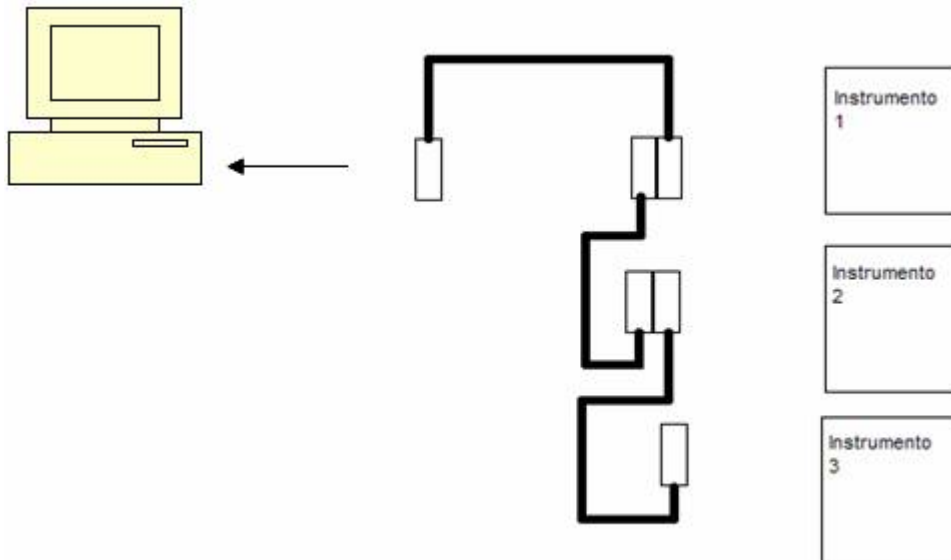

Figura 6.2: Conectores.
Paso 3. Después se conectan los instrumentos que se deseen como en la figura 6.2: